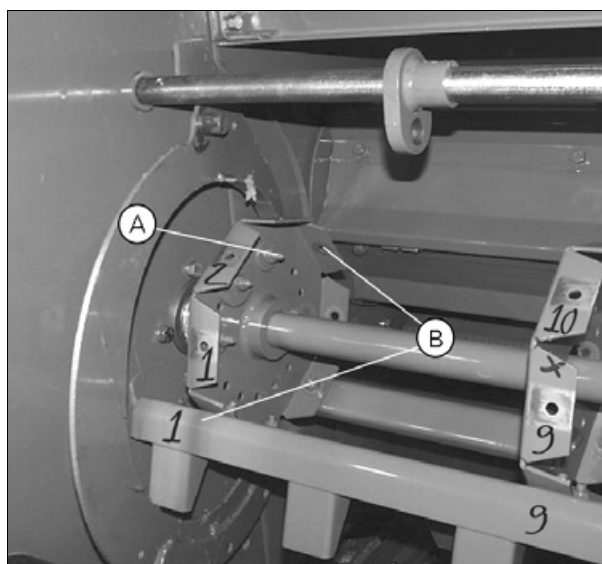

Рис. 4.
- Попеременно установите бичи на спицевые диски, так чтобы их выступы были смещены по отношению друг другу (D). Установка бичей должна выполняться в соответствии с нанесенными метками (рис. 4).